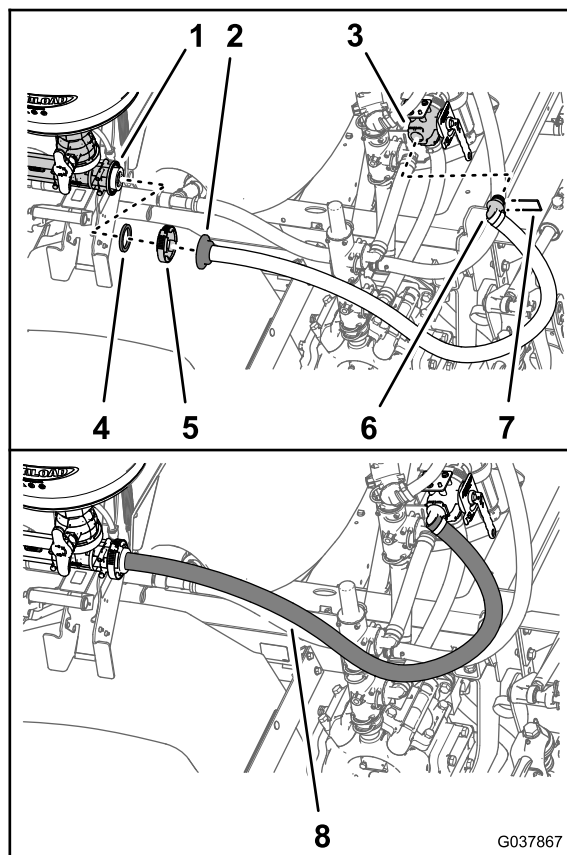

Figura 72
- Monte a união de 90° do tubo de fornecimento do misturador (2,5 x 156,5 cm) na porta esquerda da válvula de corte do misturador (Figura 72).
- Monte a união de 90° no tubo de fornecimento do misturador com o retentor que foi fornecido com a válvula de corte (Figura 72).
- Alinhe a flange da união estriada reta do tubo de fornecimento do misturador e a junta que retirou em Retire o tubo de fornecimento do misturador (página 20) com a flange de entrada do misturador (Figura 72).
- Prenda a união estriada reta e a junta ao misturador (Figura 72) com a braçadeira flangeada que guardou no passo Retire o tubo de fornecimento do misturador (página 20).